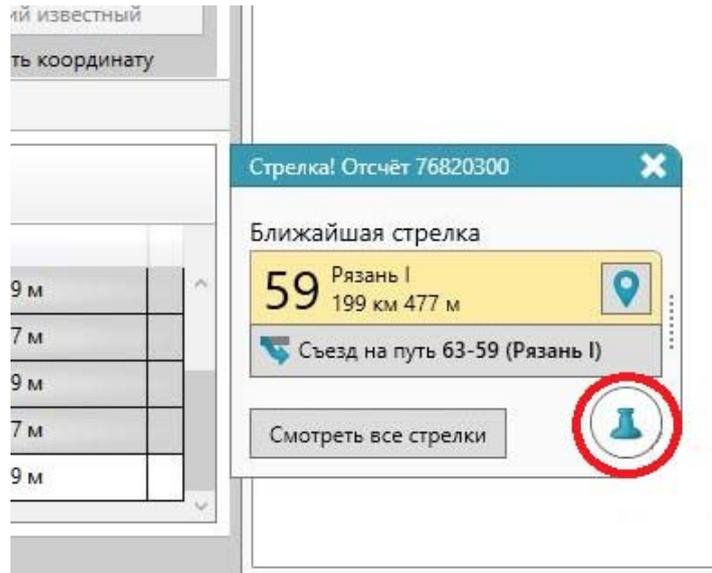

Рисунок 20 – Привязка по стрелкам
4.3.6 В нижней части экрана отобразится список найденных стрелок (Рисунок 20).
4.3.6.1 Найденную автоматически стрелку (будут отображаться в окне) можно привязать к километровому столбу кнопкой  (Рисунок 20).